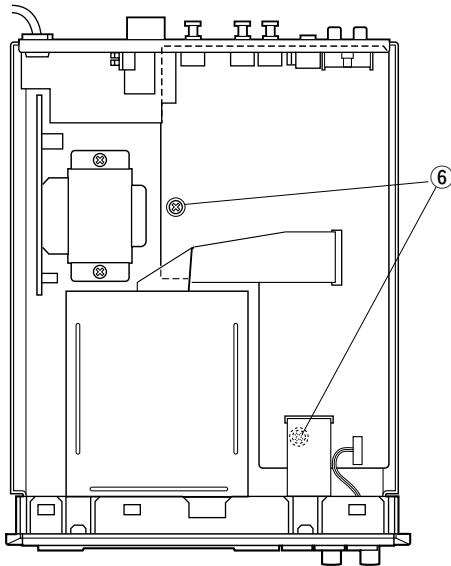

Fig. 3
- a. Remove 2 screws (⑥) in Fig. 3.
- a. ⑥のネジ2本を外します。( Fig. 3 )